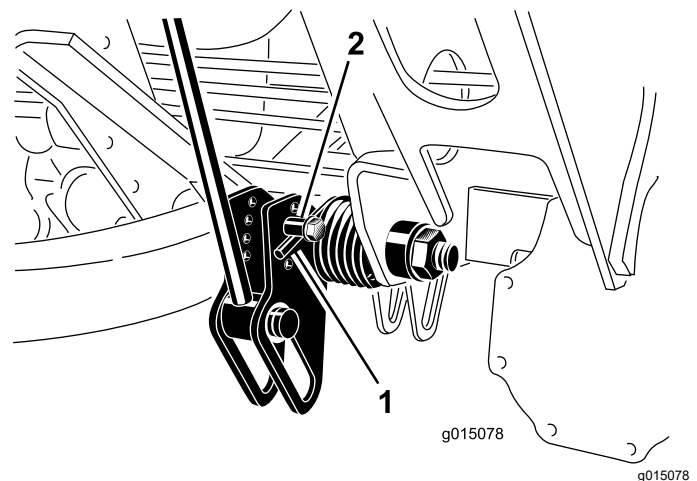

Figure 71
2. Insérez un tube ou un objet similaire sur l'extrémité longue du ressort pour détendre le ressort pendant le réglage (Figure 71).
3. Tout en détendant le ressort, retirez le boulon et le contre-écrou de fixation de l'actionneur de ressort au support (Figure 71).